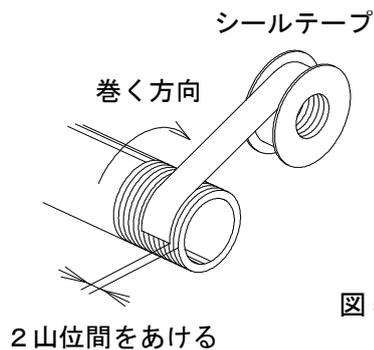

図5 シールテープの巻方
- b) 配管や継手類をねじ込む場合には、配管ねじの切粉やシール材が配管内部へ入り込まないようにしてください。なお、シールテープを使用される時は、図5に示すようにねじ部を 1.5～2 山残して巻いてください。